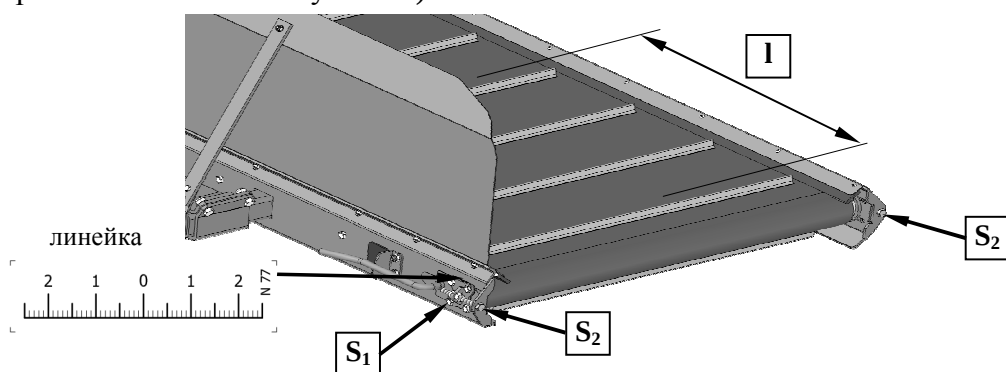

Рис. 47.
1. На установленной ленте отмечаем две черточки на расстоянии $l = 1000$ мм (Рис. 47).